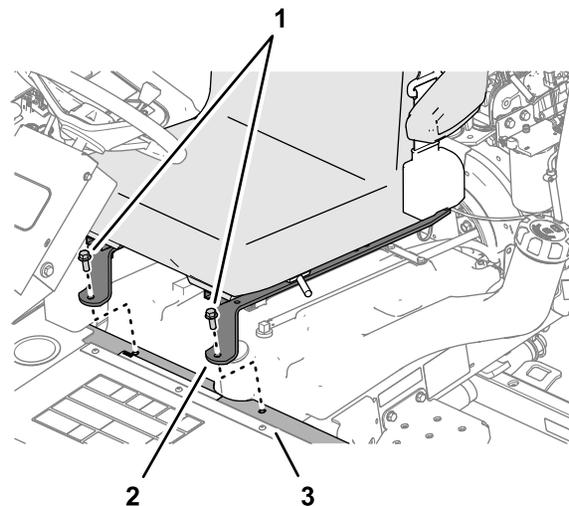

图57
3. 向下倾斜座椅将座椅箍带中的前孔与支撑槽中的孔对齐图57。
4. 用在卸下操作员座椅(页码4)中卸下的2个凸缘头平头螺丝将座椅箍带安装到支撑槽图57。